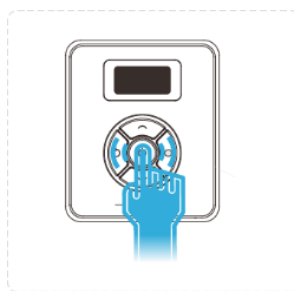

图 4.10 开机操作
**步骤 1** 按下Magic Box的开关键开机，如图 4.10所示。